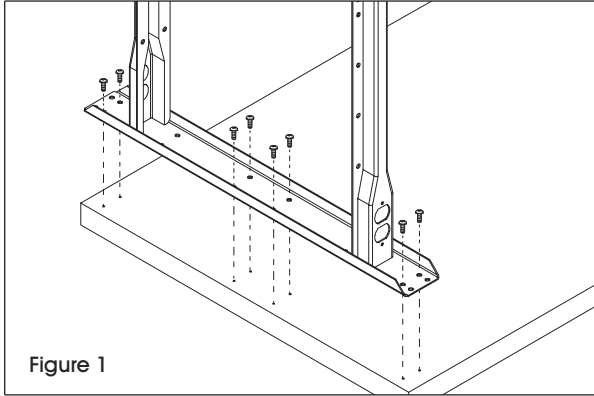

Figure 1
1. À l'aide de 16 vis à bois, fixez les pieds au côté inférieur de la surface de table (5), par les trous prépercés. (Voir Figure 1)